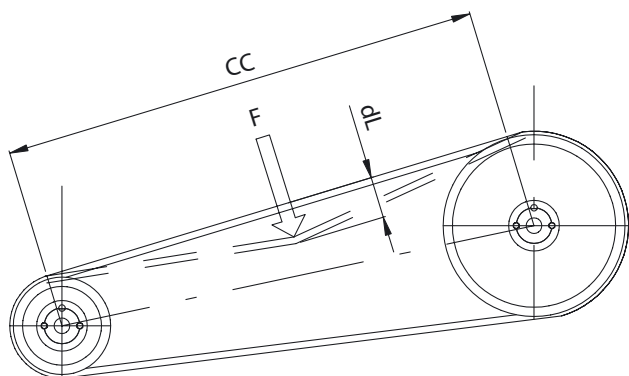

Fig. 2. Riempspanning.
3. Haal de riem aan totdat deze ongeveer 9 mm (dL) kan worden gebogen bij een druk van ongeveer 9 kg (F), zie Fig. 2.